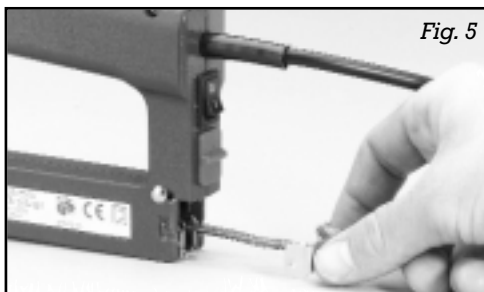

Fig. 5
3. Reset the staple-feeder (Fig. 5).